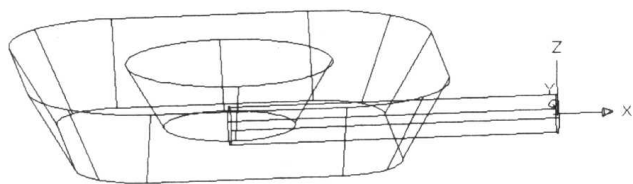

图 2-8
①选择对象: 选择矩形 $\leftarrow$ 。②定义轴依照[对象(O)/X轴(X)/Y轴(Y)]: X $\leftarrow$ 。③指定旋转角度<360>: $\leftarrow$ 。生成一个半径为6的圆柱体。
13. 单击“三维动态观察器”工具栏上的 $\leftarrow$ 按钮, 将图形旋转一定角度进行观察, 如图 2-8 所示。